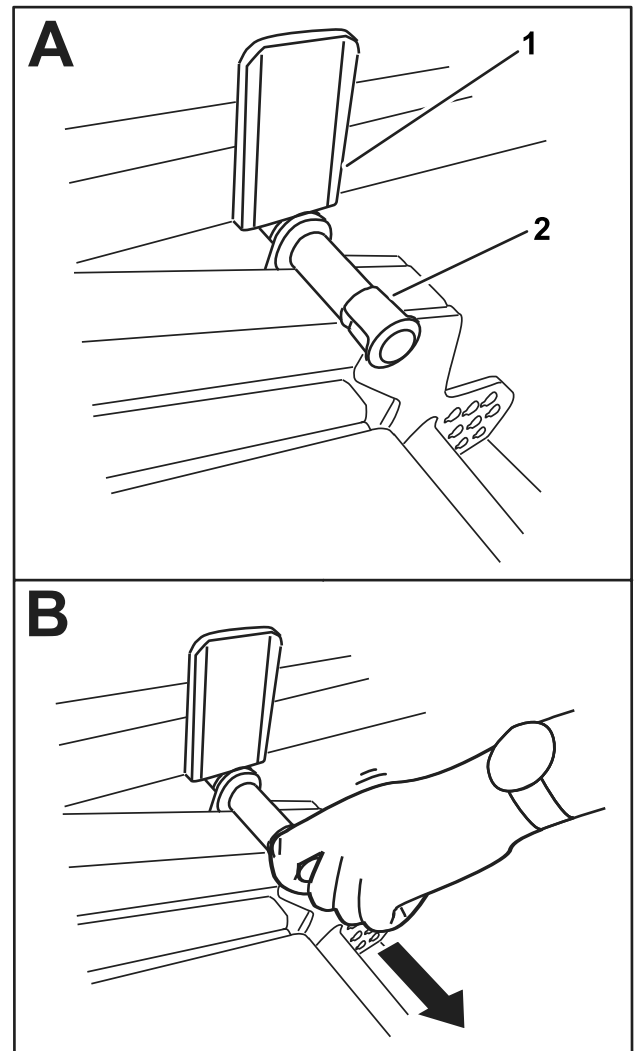

Bild 38
2. Drehen Sie das Mähwerk langsam nach unten, bis der Stift die Hubarmplatte berührt (A in Bild 38).
3. Drücken Sie das Mähwerk mit dem Fuß nach unten und ziehen Sie es dann den Stift heraus (B in Bild 38), um das Mähwerk in die TRANSPORTstellung zu bringen.